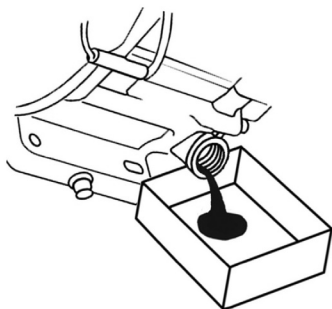

Рис. 16. Замена моторного масла
6. Подставьте под маслозаливную горловину ёмкость для масла, после чего с помощником наклоните виброплиту с помощью рабочих рукояток в сторону задней маслозаливной горловины двигателя и слейте отработанное масло через маслозаливную горловину в подготовленную для этого ёмкость (Рис. 16).